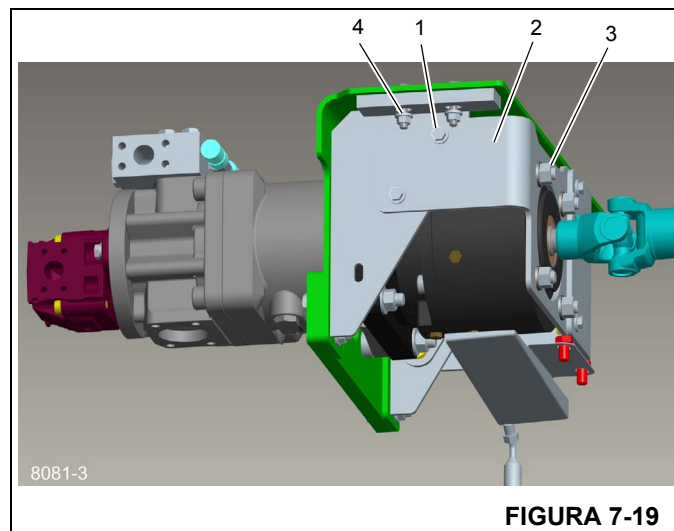
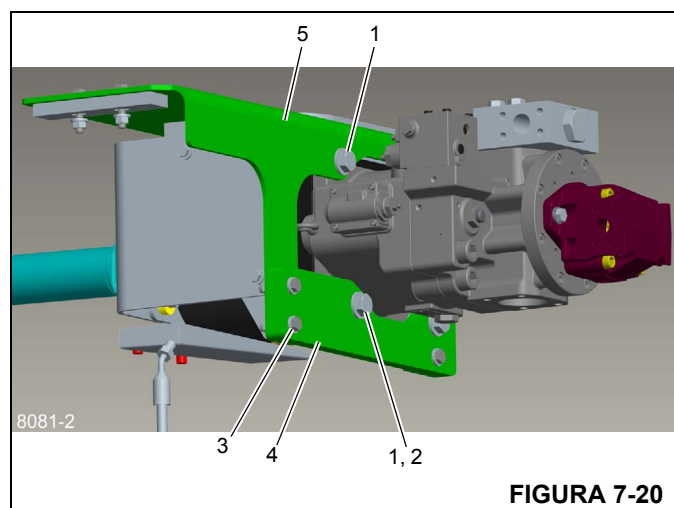

FIGURA 7-19
FIGURA 7-20
1. Retire los pernos, las arandelas (1, Figura 7-19) y la placa de tuerca doble que sujetan la placa de soporte delantera (2) a la escuadra de montaje.
2. Retire los pernos, tuercas y arandelas (1, Figura 7-20) que mantienen unidos el embrague, la escuadra de montaje y la bomba. Un buje (2) en el perno inferior izquierdo caerá cuando se retire la tornillería.
3. Retire los tres pernos, tuercas y arandelas (3) que sujetan la placa de montaje (4) a la escuadra de montaje (5).
5. Utilizando una llave Allen corta, o una herramienta fabricada fijando tuercas en un perno de 7/16, insertada en los pernos de cabeza hueca y sujetada con una llave, retire los pernos de cabeza hueca, las tuercas y las arandelas (3, Figura 7-19) que sujetan la placa de soporte delantera al embrague.
1. Instale la placa inferior (4, Figura 7-20) en la escuadra de montaje (5) alrededor del cuerpo de la bomba, utilizando los tres pernos, arandelas y tuercas (3).
2. Deslice el embrague en la estría de la bomba, instale el buje (2) que se retiró en el paso 1 y sujete el conjunto con los pernos, las tuercas y las arandelas (1, Figura 7-20). Apriete la tornillería al par de apriete recomendado en *Sujetadores y valores de apriete*, página 1-14.
3. Instale sin apretar la placa de soporte delantera (2, Figura 7-19) a la parte delantera del embrague utilizando las tuercas, las arandelas y los pernos de cabeza hueca (3). Sujete la placa de soporte delantera a la escuadra de montaje con los pernos, las arandelas y la placa de tuerca doble (1). Apriete suavemente la tornillería, permitiendo que el conjunto se asiente en su lugar. Apriete toda la tornillería al par de apriete recomendado en *Sujetadores y valores de apriete*, página 1-14.
1. Utilizando el dispositivo de elevación, coloque el conjunto de embrague/escuadra de montaje/bomba en la grúa e instálelo sin apretar con los pernos, tuercas y arandelas (4, Figura 7-19).
6. Apriete la tornillería (4, Figura 7-19) al par de apriete recomendado en *Sujetadores y valores de apriete*, página 1-14.